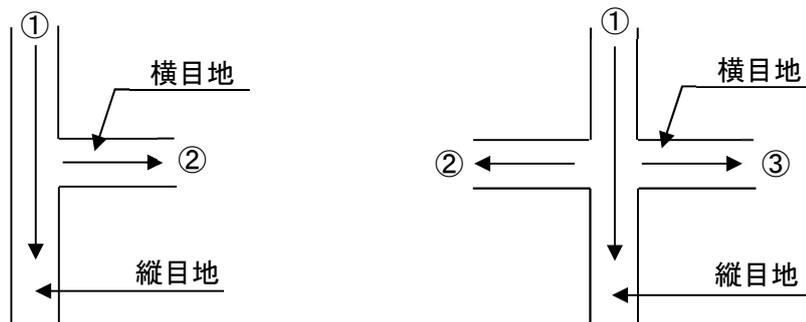

図2. 交差目地の充てん手順
- 2) 目地の交差する部分は図2のように一方の目地を充てんしてから交差する目地にノズルの先端を突入し片方ずつ充てんする。